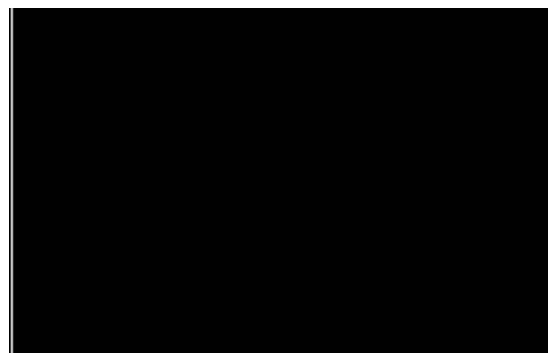

Рис.14
**Клеммы 8-9-10:** электропитание для зонального клапана (рис.14).
- нажать и держать нажатой кнопку  и затем нажать  (см. рис.14).